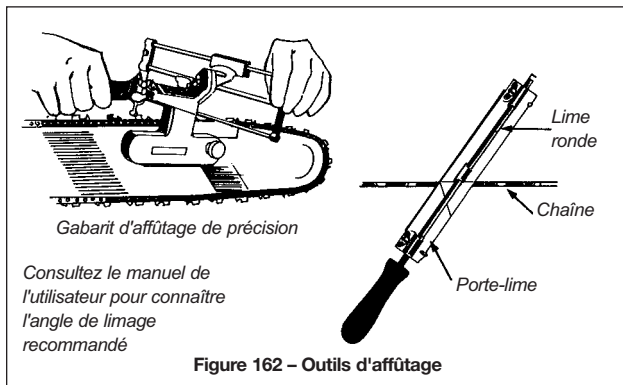

Figure 162 – Outils d'affûtage
- L'utilisation d'une lime ronde combinée avec un porte-lime ou, mieux encore, un gabarit d'affûtage de précision offrira les meilleurs résultats (figure 162).